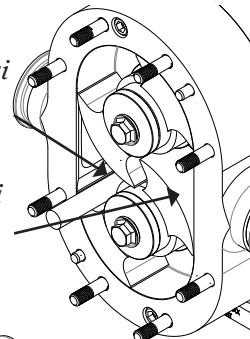

FIGURA 13
- Remova os parafusos do rotor (Figura 13).